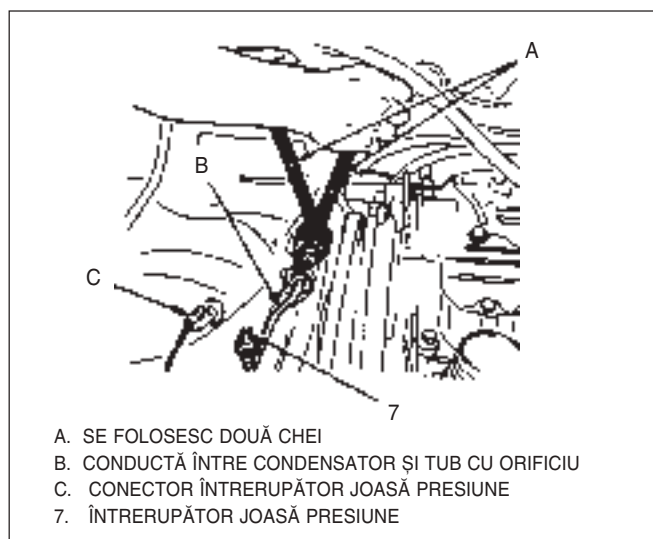

Fig. 41 Întreprupător joasă presiune și tub cu orificiu
**↔ Se demontează sau se deconectează (Fig. 41 și 42)**